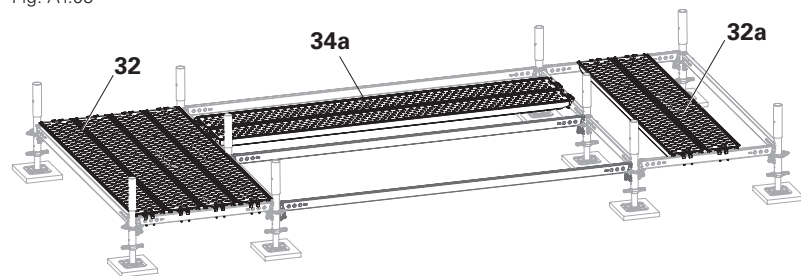

Fig. A1.06
4. Posizionare gli impalcati in acciaio UDG-2 200 (**32 + 32a**) sui correnti orizzontali (**5**) uno dopo l'altro. (Fig. A1.06)